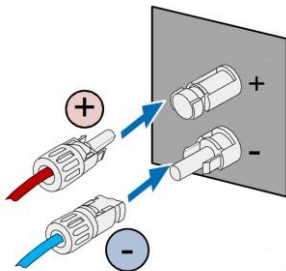

Рис. 5.4 Подключенный к инвертору фотовольтаический кабель постоянного тока
(1) Соедините положительные и отрицательные разъемы подключенных фотовольтаических кабелей с соответствующими позициями интерфейса постоянного тока инвертора и убедитесь в прочности соединения, как показано на рис. 5.4;
(2) При демонтаже разъема постоянного тока с инвертора вставьте кончик шлицевой отвертки в рельефное отверстие в центре разъема и с усилием выньте подвижный конец разъема.